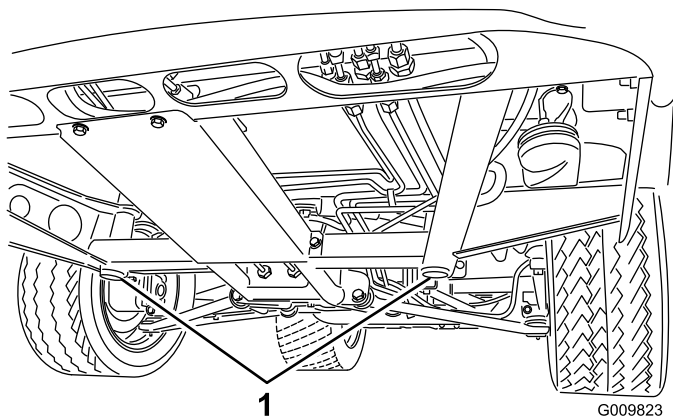
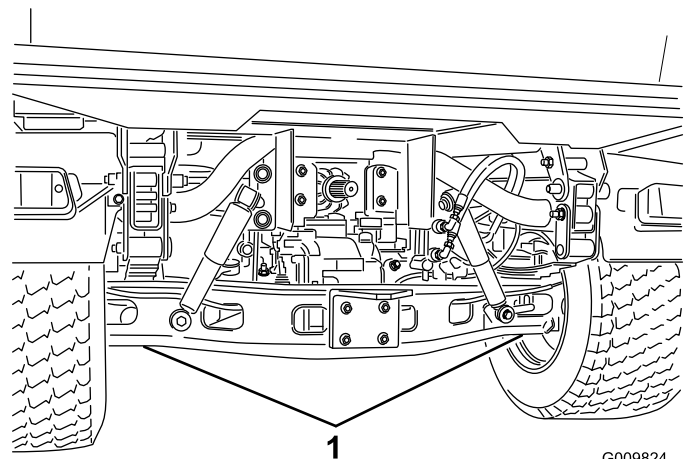

Figura 33
Figura 34
- Il punto di sollevamento della parte anteriore del veicolo si trova sotto il supporto anteriore centrale del telaio (Figura 33), mentre quello della parte posteriore si trova sotto l'assale (Figura 34).